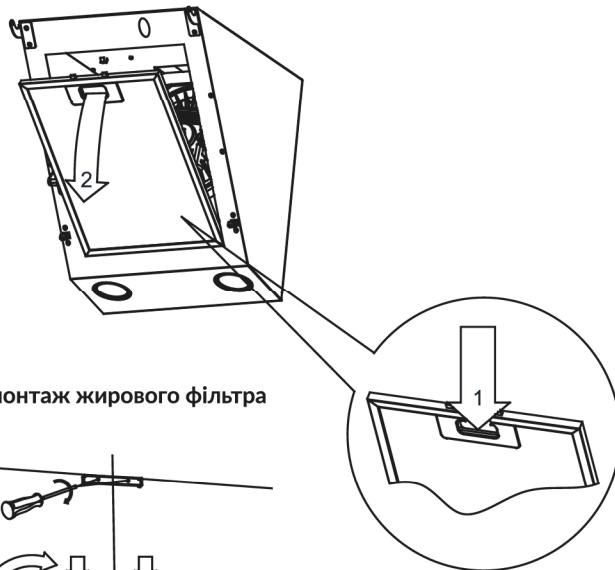

Рис. 5. Демонтаж жирового фільтра
- Відкрийте кришку витяжки та зніміть жировий фільтр (Рис. 5).
Витяжку обладнано алюмінієвим фільтром, що зупиняє частинки жиру, що виділяються в процесі приготування. Щоб зняти фільтр, перемістіть затискачі у напрямку стрілок (Рис. 5). Фільтр можна очистити вручну, зануривши його у воду з рідиною для миття посуду приблизно на 15 хвилин, при температурі 40-50°C. Через 15 хвилин промийте акуратно фільтр. Фільтр повинен бути сухим перед його встановленням у витяжку. Також фільтр можна мити в посудомийній машині. Під час миття колір фільтра може змінюватися, що не впливає на його характеристики фільтрації. Недотримання регулярної очистки фільтру знижує ефективність витяжки та може спричинити пожежу. Жировий фільтр слід очищати щонайменше кожні 35 годин роботи витяжки.